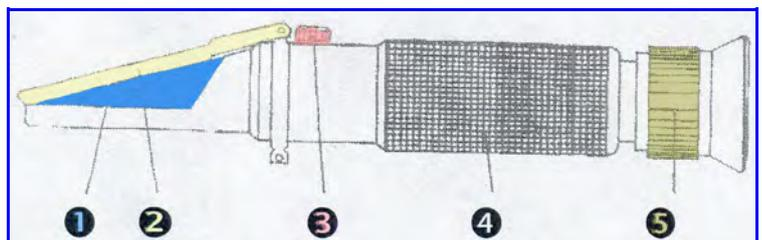

Abb. 10. Hand-Refraktometer.
I. Kalibrierung des Refraktometers: vgl. Abb. 10
- Nachjustierung: wenn Messergebnis $\neq 0$ ist, muss mit Hilfe der Stellschraube Abb. 10:3 und einem Schraubenzieher die Grenzlinie auf Null eingestellt werden